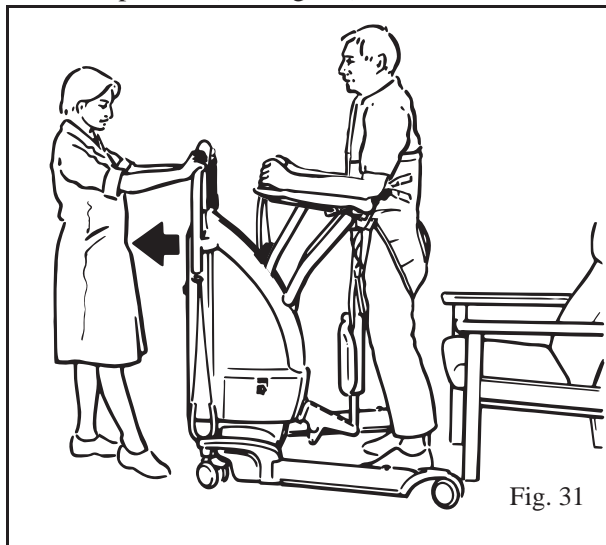

Fig. 31
8. Quando o paciente estiver em pé de modo seguro, liberte os travões e puxe o elevador, afastando-o ligeiramente dele até o Proactive Pad deixar de lhe tocar nas pernas. (Ver Fig. 31)